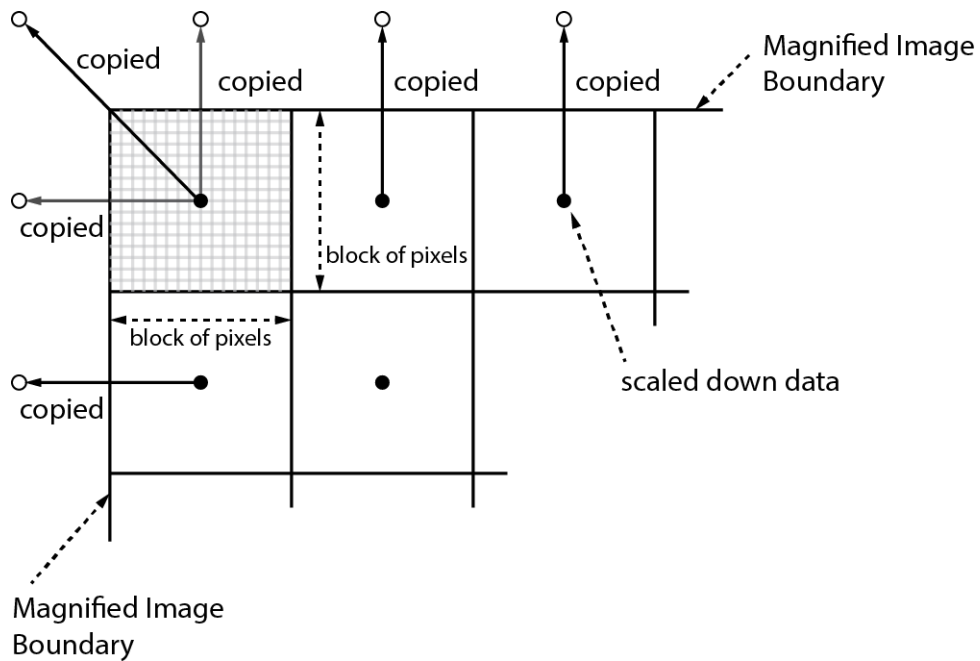

Figure 8.17 Bilinear Interpolated Magnification
2. 'sfc' 명령어를 사용하여 Flat Field Correction 기능을 설정합니다. Flat Field 데이터는 Figure 8.17 과 같이 Bilinear Interpolation 으로 확대된 후 적용됩니다.